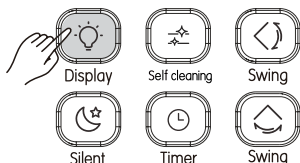

Рисунок 3.13
- 1) При включенном или выключенном пульте ДУ нажмите кнопку  (см. Рисунок 3.13). Дисплей внутреннего блока загорается;